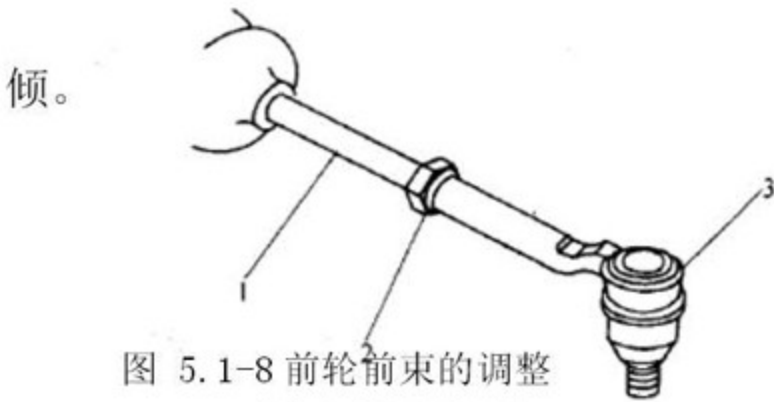

图 5. 1-8 前轮前束的调整
前轮外倾的调整如图 5. 1-7 所示。
(3) 如图 5. 1-8 所示，松开拉杆上的六角螺，